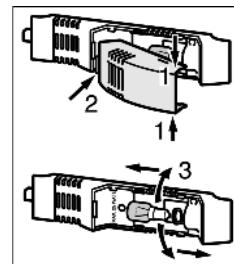

Fig. 3
- ▶ Возьмитесь за крышку лампы сверху и снизу Fig. 3 (1).
- ▶ Выведите крышку лампы сзади из зацепления и снимите Fig. 3 (2).
- ▶ Замените лампу Fig. 3 (3).